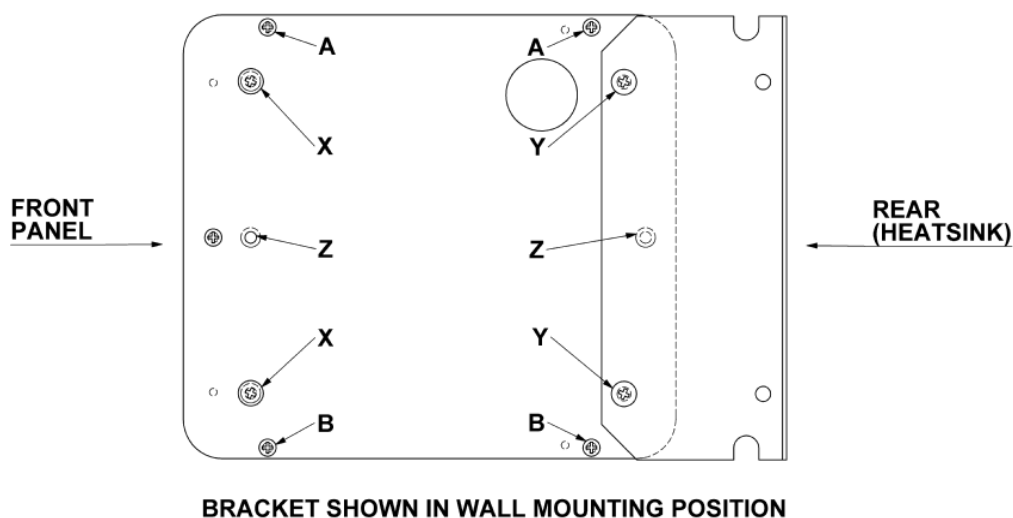
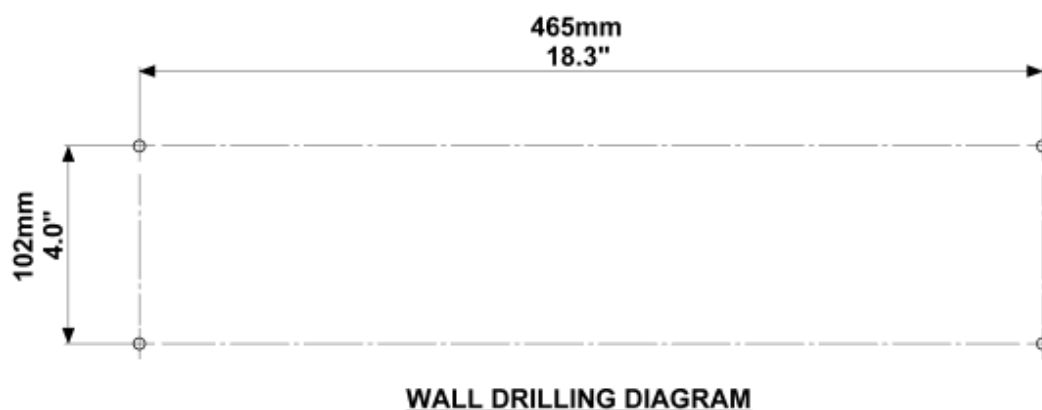

Abbildung 5
Abbildung 6
Trennen Sie das BETAPACK 3 von der Stromversorgung. Die Einspeisungsklemmen (und die Lastabgänge bei der Ausführung mit Klemmleiste) sind unterhalb der oberen Gehäuseabdeckung montiert und können nur durch Entfernen der Abdeckung zugänglich gemacht werden. Lösen Sie die vier Montageschrauben in den Seitenteilen (siehe Abbildung 5 - Schrauben A), um die obere Gehäuseabdeckung abzunehmen.
**Hinweis für Servicezwecke:** Die Triacs (Type BTA40-600A/B) sind hinter der unteren Gehäuseabdeckung montiert. Lösen Sie hierfür die vier Montageschrauben in den Seitenteilen (siehe Abbildung 5 - Schrauben B), um die untere Gehäuseabdeckung abzunehmen.
Entfernen Sie die vier Schrauben 'X' in den Seitenteilen (siehe Abbildung 5), um die 19" Montagewinkel abnehmen zu können. Entfernen Sie danach die Schrauben 'Y' (siehe Abbildung 5), um an dieser Stelle die Montagewinkel zu befestigen. Die Montagefläche der Winkel muss hierbei zur Rückseite zeigen und kann direkt zur Wandinstallation verwendet werden. Abmessungen der Montagebohrungen sind in der Abbildung 6 aufgeführt. WICHTIG: Tauschen Sie immer nur einen Montagewinkel zur Zeit, da sonst das Gehäuse in Einzelteile zerlegt wird. Ein vertikaler Abstand zu anderen Dimmern oder Geräten von mindestens 130mm ist vorgeschrieben. Wir empfehlen mindestens 180mm, um einen schnelleren Zugriff im Servicefall zu ermöglichen.
Zur Montage entfernen Sie die 19" Montagewinkel. Befestigen Sie den Tragegriff mit den mitgelieferten Schrauben in den Positionen 'Z' (siehe Abbildung 5). Die vier Gummifüße kommen an die gegenüberliegende Seite und müssen in die Positionen 'X' und 'Y' befestigt werden.